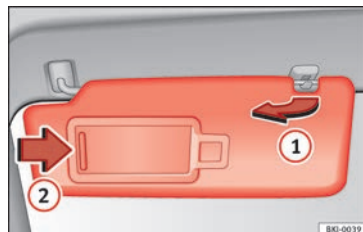

Abb. 149 Sonnenblende auf der Fahrerseite.
- Die Sonnenblende kann aus der Halterung herausgezogen und zur Tür » **Abb. 149**  geschwenkt werden.